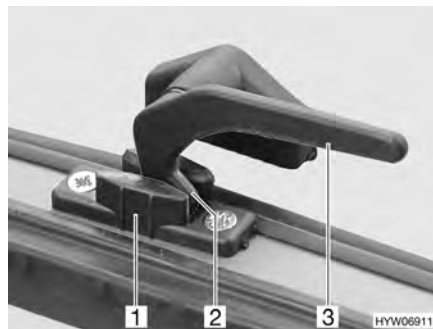

Fig. 65 Levier de verrouillage en position "Aération permanente"
- En position "Aération permanente" (Fig. 65)
- Tourner le levier de verrouillage (Fig. 65,3) d'un quart de tour vers le centre de la fenêtre.
- Remettre le levier de verrouillage en position initiale. Le tenon de verrouillage (Fig. 65,2) doit pénétrer alors dans le logement prévu à cet effet dans le verrouillage de fenêtre (Fig. 65,1).